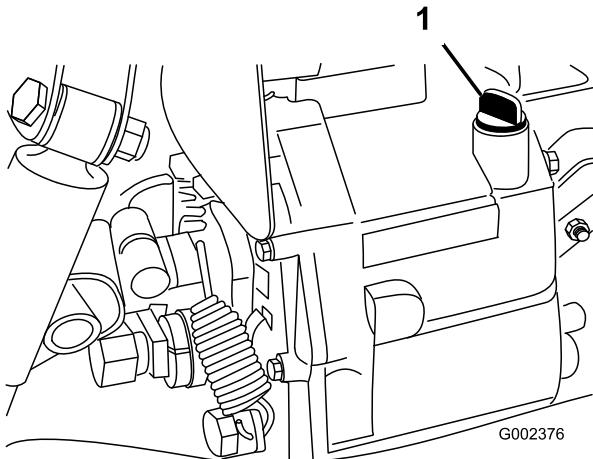

Figure 19
- Nettoyez la surface autour de la jauge (Figure 19).